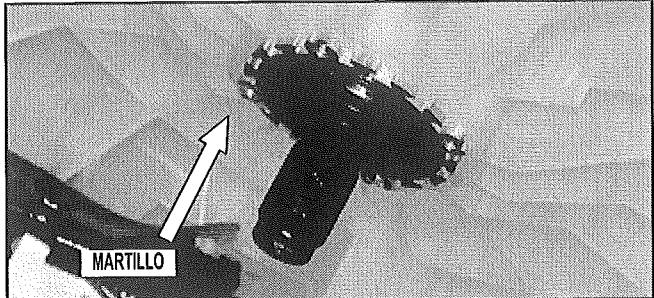

FIGURA 7
11. Retire el eje motriz y el sello (con el martillo). Vea la *Figura 7*.